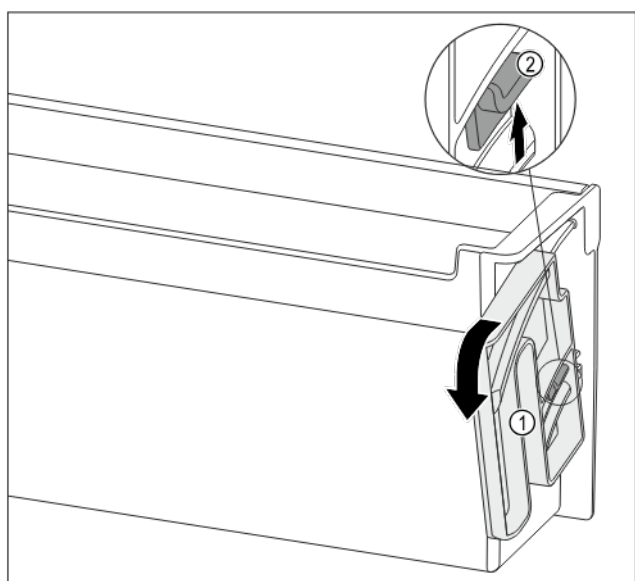

Fig. 133
- Obrócić pokrętkę Fig. 133 (1) w określonym kierunku do oporu.
- Wcisnąć nakładkę Fig. 133 (2) w górę i wyjąć pokrętkę Fig. 133 (1).